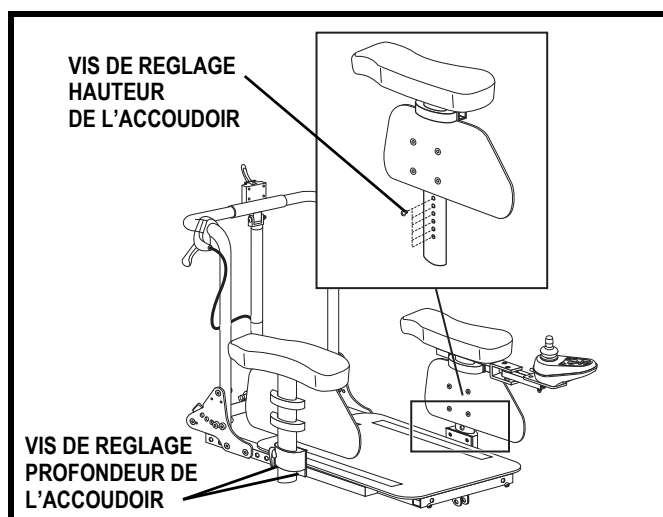

Figure 17. Réglages de la hauteur et profondeur des accoudoirs
3. Repositionnez la vis de réglage sur le niveau désiré. **Voir la figure 17.**
1. Desserrez les deux vis de réglage de profondeur sous l'accoudoir. **Voir la figure 17.**